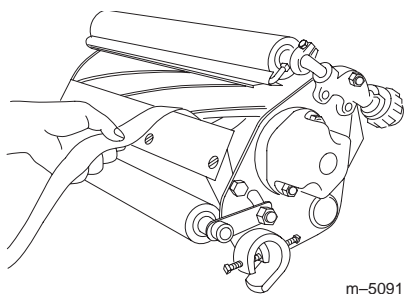

Figure 4
- Vérifiez ensuite si le cylindre peut saisir un morceau de papier inséré par l'avant et le couper lorsqu'il est inséré à angle droit (Fig. 4). Normalement, le papier doit être coupé avec un minimum de contact entre la contre-lame et les lames du cylindre. Si le cylindre frotte de plus de 1 Nm, rodez ou affûtez le plateau de coupe pour obtenir les tranchants nécessaires à une coupe de précision (voir le Manuel d'affûtage des tondeuses rotatives et à cylindres, Form No. 80-300PT).